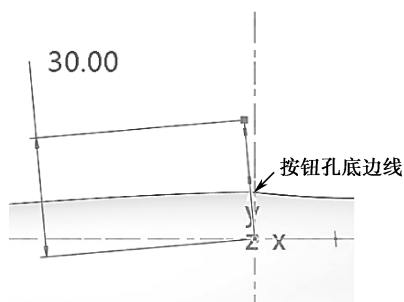
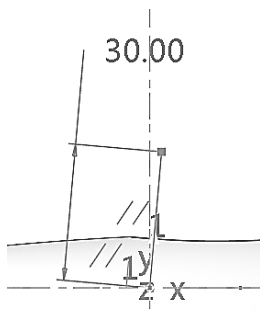

图 7-77 截面 1 草绘
图 7-78 截面 2 草绘
(5) 单击【模型】→【形状】模块的【扫描混合】工具, 单击选择“草绘 10”轮廓作为扫描轨迹, 单击【截面】选项卡, 为扫描混合添加截面 1 选择按钮靠下载面线为参考草绘, 如图 7-77 所示, 截面 2 绘制如图 7-78 所示, 单击【确认】, 完成绘制按钮侧面曲面“扫描混合 1”, 如图 7-79 所示。